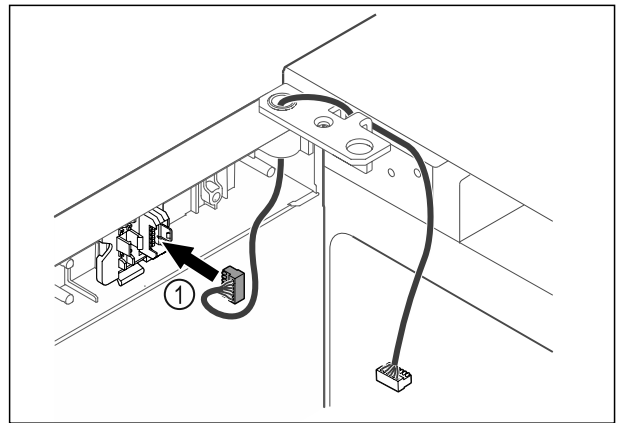

Fig. 43
- Futni spinën Fig. 43 (1) në mbajtësen e spinës.